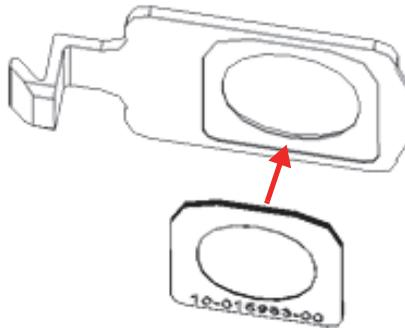

Figure 4-8 Nouvelle fenêtre bien alignée sur la plaque frontale
2. Alignez soigneusement la nouvelle fenêtre sur la plaque frontale, puis pressez-la doucement (Figure 4-8 à la page 67).